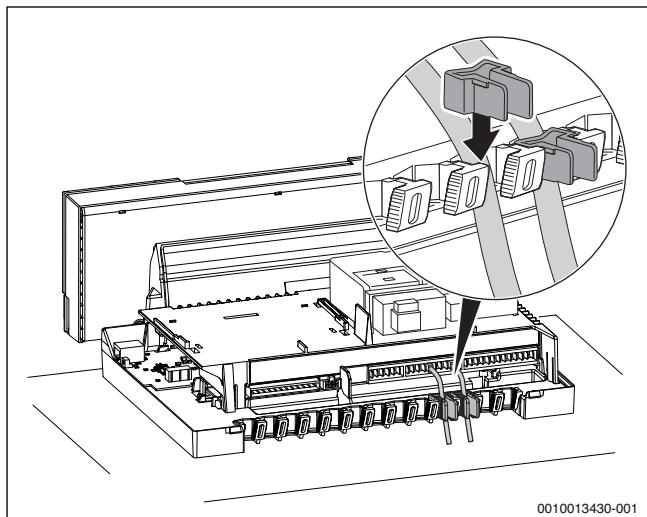

Рис. 19 Крепление проводов фиксаторами
Закрепите все провода фиксаторами (→ рис. 19)
- ▶ Установите фиксатор для кабеля (→ рис. 19), для этого нажмите вниз, фиксатор должен надежно закрепить кабель.